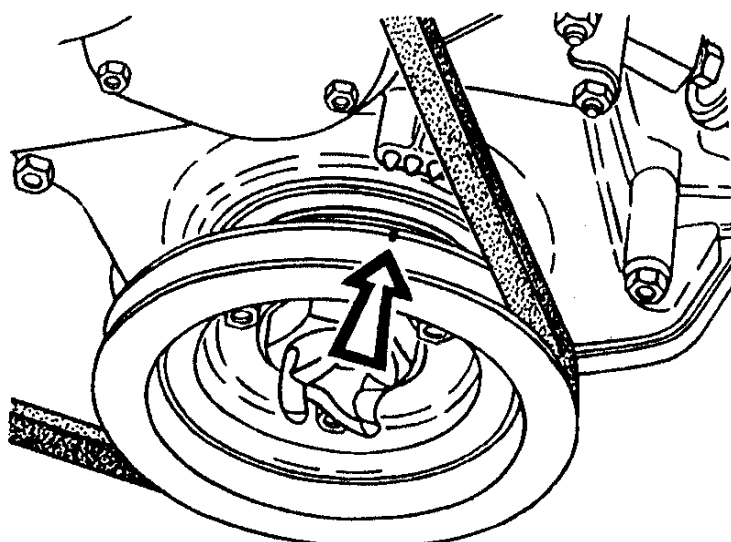

Рис.13. Установка поршня в ВМТ в первом цилиндре
4. Медленно поворачивать коленчатый вал до совпадения риски на шкиве коленчатого вала со средним выступом на крышке распределительных шестерен (рис.13). При этом положении впускной и выпускной клапаны первого цилиндра полностью закрыты.